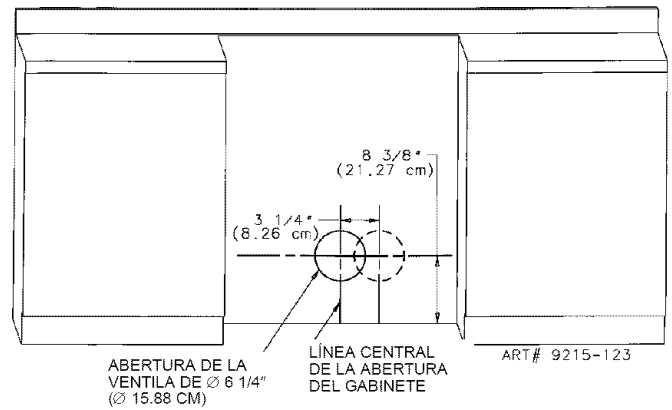

Figura 10
a. **A través de la pared posterior.** (Vea la figura 10)
Marque la línea central del hueco del gabinete en la pared posterior. La abertura de ventilación de 6 1/4" (15.87 cm) debe estar ubicada en una línea central de 8 3/8" (21.27 cm) por encima del piso y a 3 1/4" (8.25 cm) de la línea central del lado derecho (cuando está frente al hueco del gabinete) según se muestra en la figura 10.